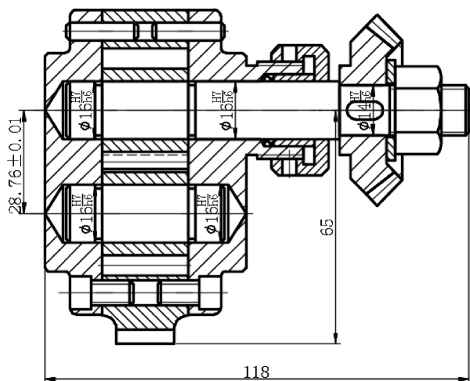

图 14-73 尺寸标注
(1) 切换图层。将当前图层从“剖面线”层切换到“尺寸标注”层。单击“默认”选项卡“注释”面板中的“标注样式”按钮 $\square$ ，将“机械制图标注”样式设置为当前使用的标注样式。注意设置替代标注样式。
(2) 尺寸标注。单击“默认”选项卡“注释”面板中的“线性”命令 $\square$ ，对主视图进行尺寸标注，结果如图 14-73 所示。